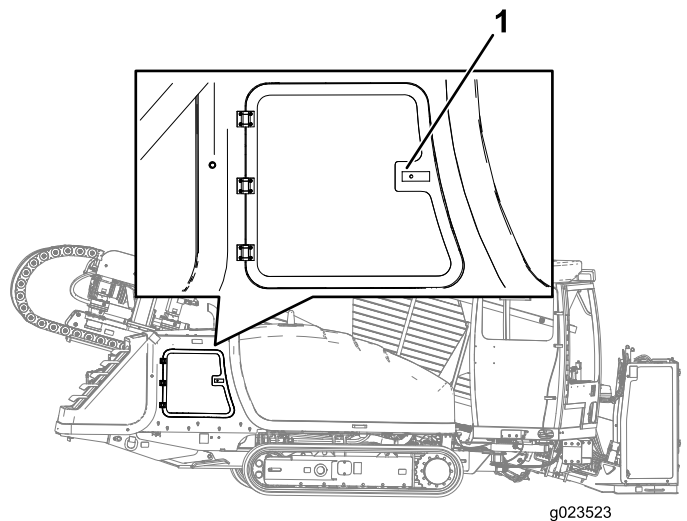

Figure 69
2. Poussez sur le côté gauche de la poignée du panneau et ouvrez le panneau quand la poignée est relâchée (Figure 69).